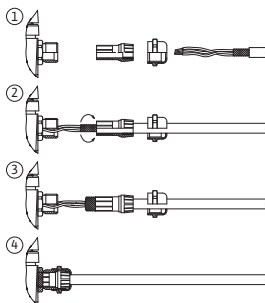

Fig. 29: Suojalevy
Suojaus yhdistetään kaapeliläpivientiin elektroniikkamoduulissa. Katso Fig. 29.
Digitaalisten tulojen, analogisten tulojen ja väyläkommunikoinnin kaapelit tulee suojata kaapeliläpiviennin (Fig. 21, pos. 4, 5 ja 6) metallisen kaapelin holkkitiivisteiden kautta. Suojaus, katso Fig. 29.